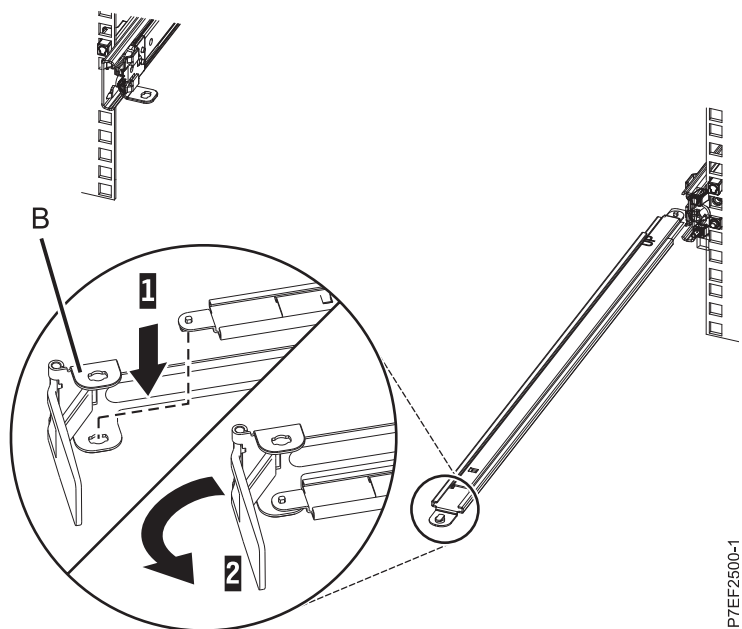

Figura 11. Fijación de la abrazadera de tope de portacables al brazo de soporte
3. Localice el orificio de la esquina inferior interna de la abrazadera de tope de portacables en forma de L (B). Coloque el extremo que queda libre del brazo de soporte de modo que la lengüeta de bloqueo de la parte inferior de la punta quede alineada con el orificio de la abrazadera. Inserte la pestaña en el orificio (1) y haga girar la abrazadera (2) para fijarla al brazo de soporte. Para obtener detalles, consulte la Figura 11.